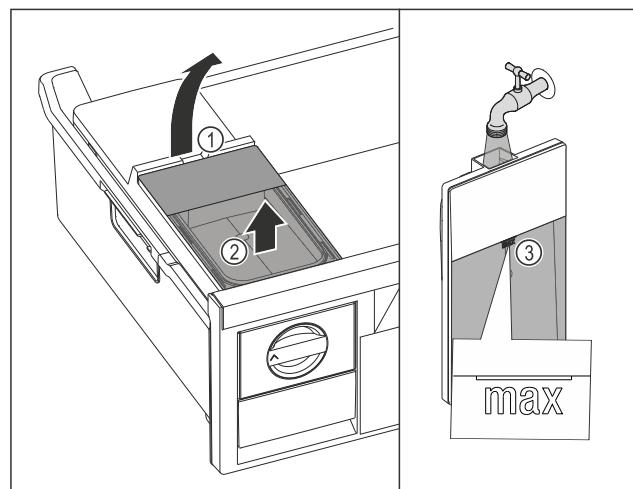

Fig. 81
- Поднимите бак для воды за выемку Fig. 81 (1).
- ▶ Извлеките бак для воды движением вверх. Fig. 81 (2)
- ▶ Наполните бак для воды питьевой водой до отметки Fig. 81 (3).